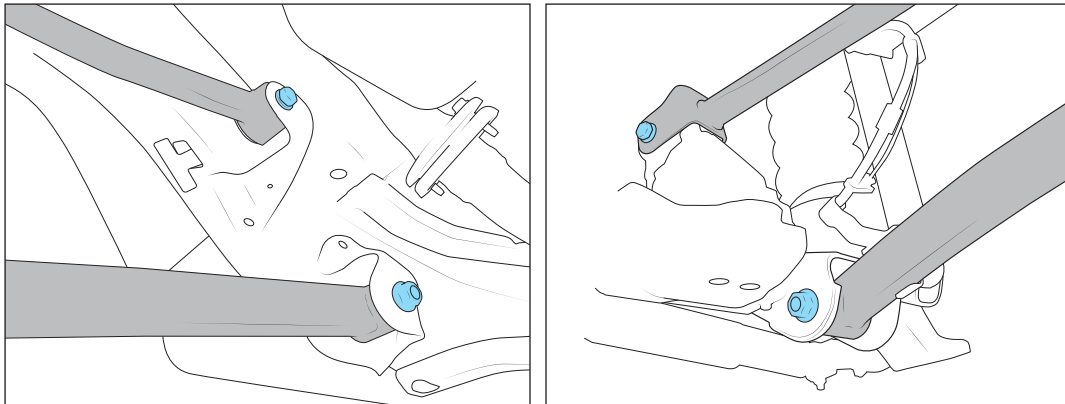

Abb. 1 Rahmenseitig (links) achsseitig (rechts)
2. **ARBEITE AN EINER SEITE NACH DER ANDEREN!** Löse alle 8 oberen und unteren Längslenkerschrauben. Entferne die oberen und unteren Längslenkerschrauben am Rahmenende und bewahre sie auf. (Abb. 1)